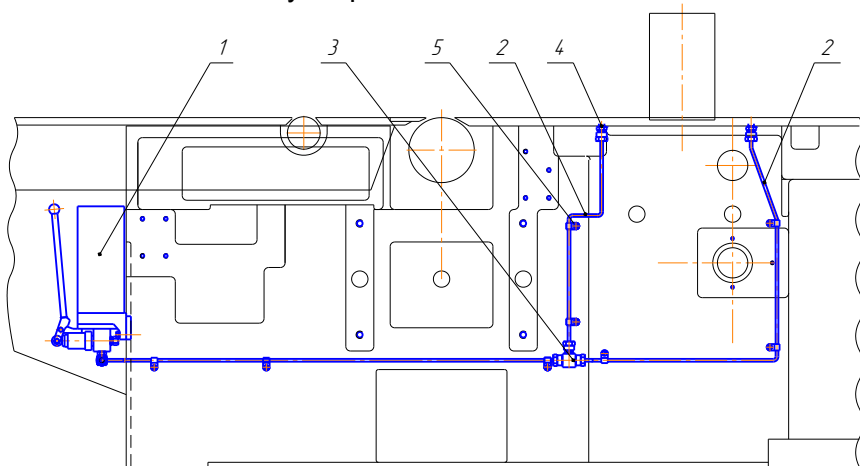

Рис. 25. Схема смазки столов станка
11.10.1. Система смазки показана на рис. 25 и состоит из ручной смазочной станции PRD-13 код. 00.123.1 поз. 1, трубок рилсановых 6 х 1, поз. 2, соединительных элементов, поз. 3, и смазочных штуцеров, поз. 4.